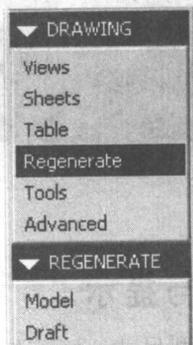

图 1-6
2. 在弹出的 DRAWING 菜单中，单击 Regenerate 选项，弹出 REGENERATE 菜单，如图 1-6 所示。